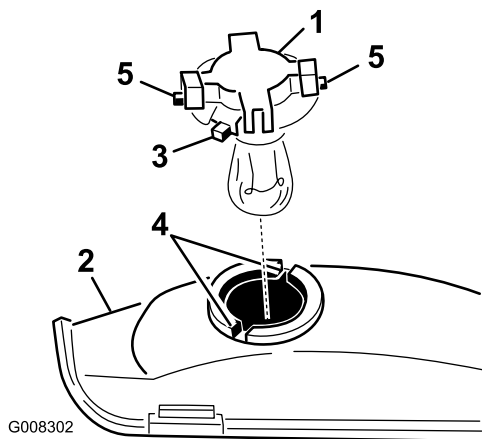

Figure 29
7. Dévissez l'embase d'un quart de tour dans le sens antihoraire et enlevez-la du réflecteur (Figure 29).